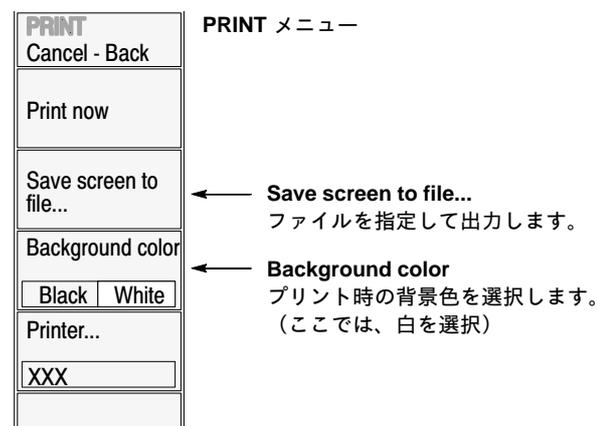

図 4-81 : ファイルへの出力
1. 前面パネルの **PRINT** キーを押し、**Background color** サイド・キーで、出力時の背景色として **Black** (黒) または **White** (白) を選択します (図 4-81)。